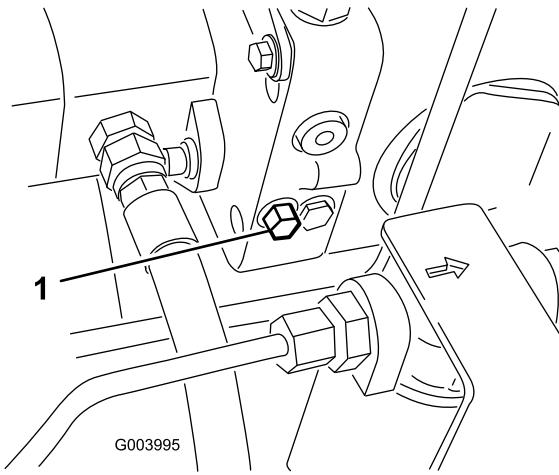

Figura 26
1. A válvula de derivação está localizada no lado esquerdo do hidrostato (Figura 26). Rode o parafuso 1-1/2 voltas para abrir para permitir a passagem do óleo internamente. Após este procedimento, torna-se possível deslocar lentamente a máquina sem danificar a transmissão.